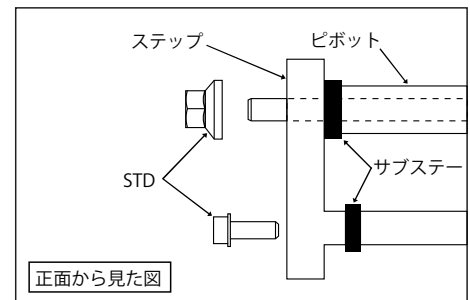

図 1
① サブステーを車体へ取り付けます。
3. 取り外したカラーの位置にサブステーが来るようにセットし純正ボルトとナットを締め付けて下さい(図. 1)